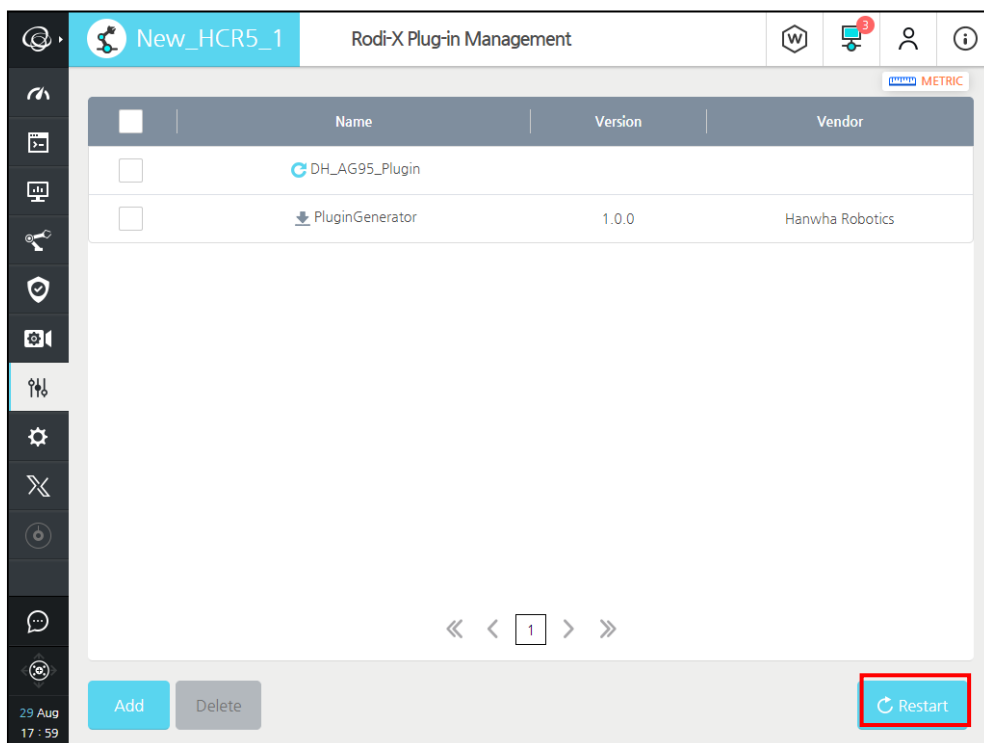

图 5.33 安装重启
5. 点击右下角按钮 **Restart**，重启系统即可使用，如图 5.33 所示。
机器人（韩华机器人系列）硬件上连接 AG-95 夹爪的示意图，如图 5.33 所示：